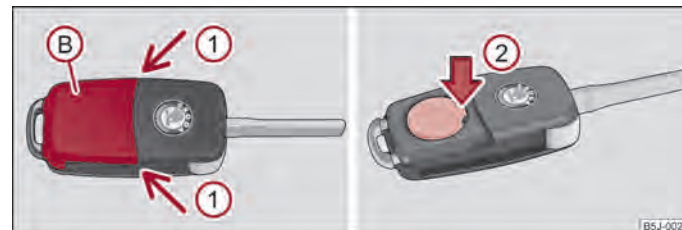

Fig. 10 Telecomanda - scoaterea capacului/Scoaterea bateriei
Fiecare cheie conține o baterie, care se găsește sub capacul (B) ⇒ fig. 10. Când bateria este descărcată, după apăsarea unei taste a telecomenzii, lampa de control de culoare roșie (A) nu clipește ⇒ fig. 9. Vă recomandăm să vă adresați unei unități service autorizate ŠKODA, pentru înlocuirea bateriei cheii. Dacă doriți totuși să înlocuiți singur bateria, procedați în felul următor:
- Apăsăți capacul bateriei cu degetul mare sau cu o șurubelniță cu vârf plat, în locurile marcate cu săgeată ①.
- Prin apăsarea bateriei în jos, în locul marcat cu săgeată ②, scoateți bateria descărcată din cheie ⇒ fig. 10.